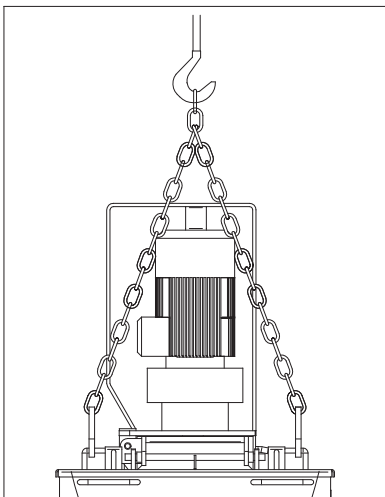

ABB. 3
Die Maschine anhand der hierfür vorgesehenen zwei Ringe transportieren (Abb. 3).
**! - Achtung! Die Maschine darf ausschließlich anhand der in Abb. 3 gezeigten Hubpunkte angehoben werden. Insbesondere dürfen keinesfalls Hubvorrichtungen an der Abdeckung des Getriebemotors angeschlagen werden.**